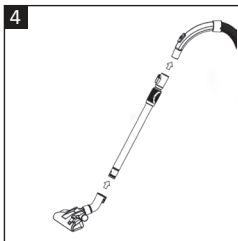

Рис. 4
- Вставте ручку шланга (7) у верхній кінець телескопічної трубки (19) і сильно натисніть на ручку, доки вона не стане на місце (**рис. 4**).
- Вставте нижній кінець телескопічної трубки (19) в насадку для прибирання (16, 18, 19 або 20) і сильно натисніть на трубку, доки вона не стане на місце (**рис. 4**). За необхідності злегка поверніть трубку, щоб її було легше вставити.